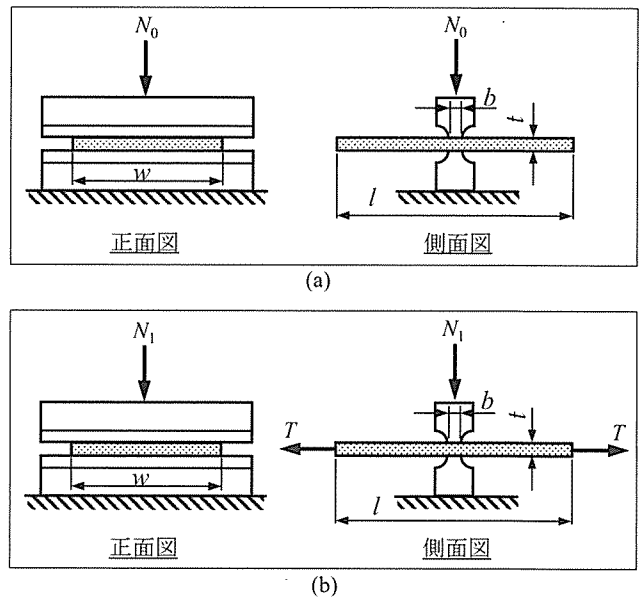
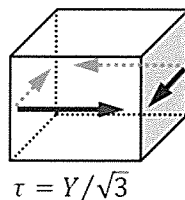

図 2
図 3
- (4) 図 2 (b) のように板材の長手方向 (l の方向) へ張力 T [N] で引張りながら圧縮したところ、圧縮荷重が N_1 [N] の時に板材は降伏した。この時の応力状態は図 3 に示すブロックの応力状態と同じであった。 N_1 と T を求め、対応するモール円を示せ。